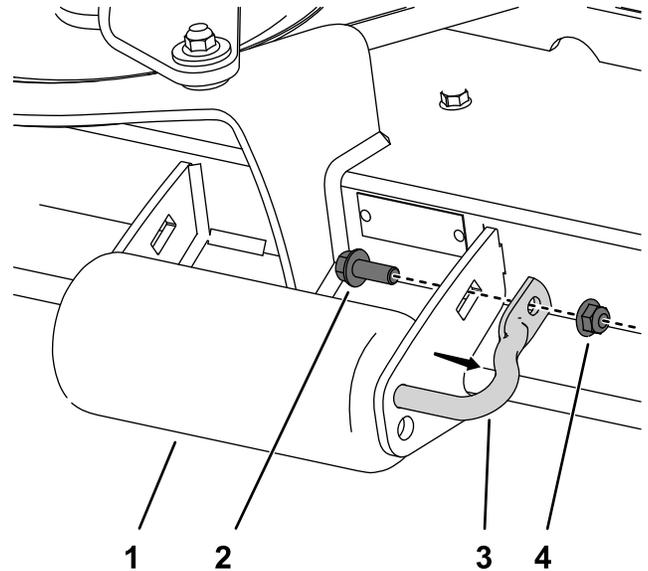

Figura 15
1. Rimuovete la bulloneria dagli alberi del rullo (**Figura 15**).